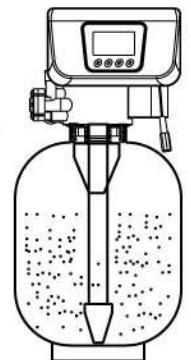

图7
7、在控制阀接触树脂罐罐口时，细心对位，使中心管顶部进入控制阀的中心管插口，此时边轻轻按压控制阀边将其旋入树脂罐罐口，直至旋紧（防止中心管O形圈脱落）。（图7）